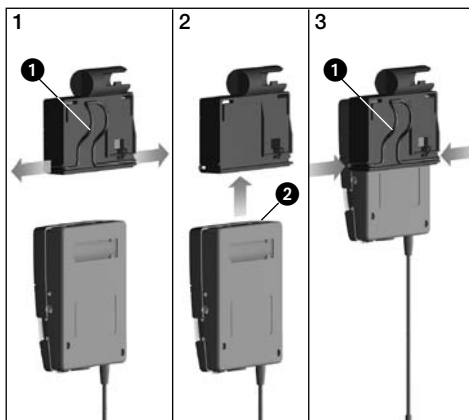

Fig. 2: Fixar o emissor de bolso no adaptador
- Veja fig. 2.
1. Tire as extremidades do arco de fixação (1) do adaptador.
2. Introduza o emissor (2) no adaptador até atingir o ponto final.
3. Coloque as extremidades do arco de fixação (1) novamente nas aberturas do adaptador. As extremidades do arco de fixação encaixam nas aberturas na carcaça do emissor, fixando o emissor.